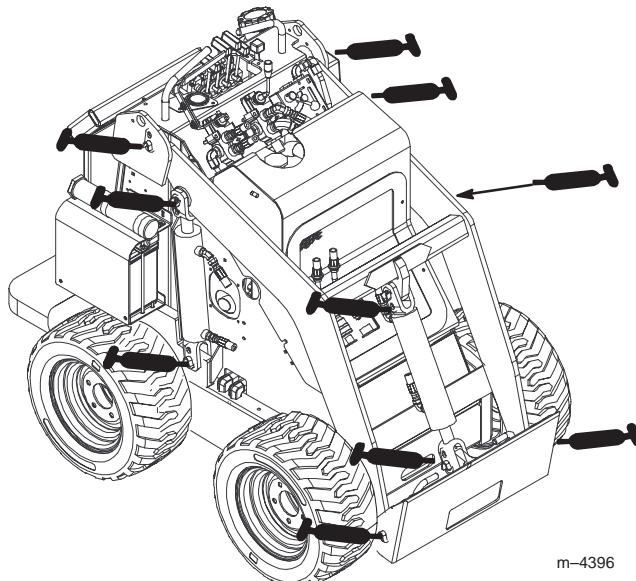

Figure 24
3. Raccordez une pompe à graisse à chaque graisseur (Fig. 24 et 25).